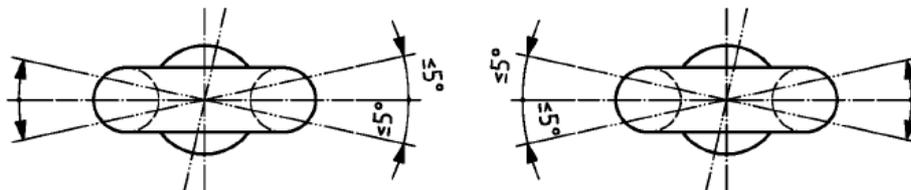

Fig. 2
- Cuando se realizan montajes de pares de cáncamos, los valores de WLL dados en las líneas 2 y 3 de la tabla 1 se aplican sólo si el ángulo entre cada ramal de la eslinga y la vertical no exceden los 45°. El plano del ojal de cada par de cáncamos de forma ideal debería estar dentro $\pm 5\%$ del plano que contiene los ejes de los dos cáncamos (Fig. 2). Si al principio no se cumple esta condición, puede conseguirse mediante la inserción de calzos que no deberían sobrepasar en espesor la mitad del paso de la rosca, o mecanizando la superficie de contacto.